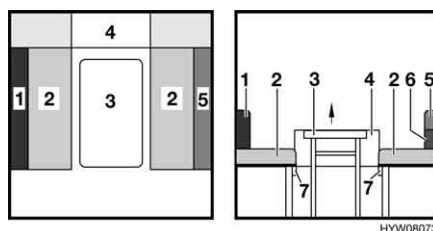

Fig. 45 Prima della trasformazione
- Richiudere il tavolo ribaltabile (Fig. 45,3) e stiparlo nel supporto previsto (vedi paragrafo 6.7).
- Rimuovere il comodino da notte (Fig. 45,4) e riporlo (vedi paragrafo 6.8).